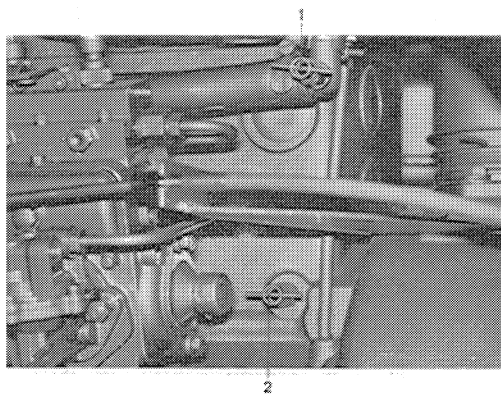

Fig. 11 Avtappningskranar för kylvatten
- 2 Avtappningskranarna på cylinderblock och avgasrör öppnas, se fig. 11.